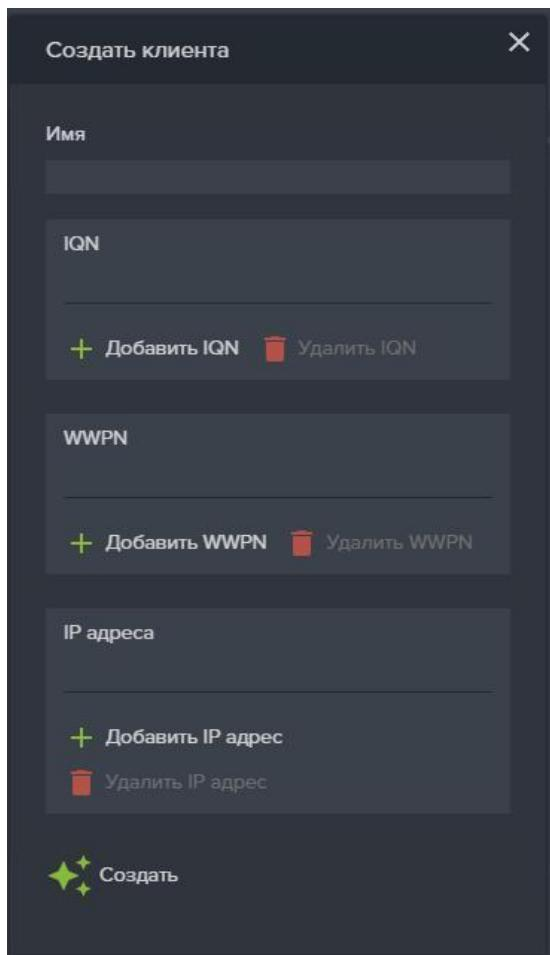

Рисунок 113. Создать нового FC клиента
4. Нажмите на кнопку «Создать нового клиента», откроется окно: Создание клиента (см. Рисунок 113).